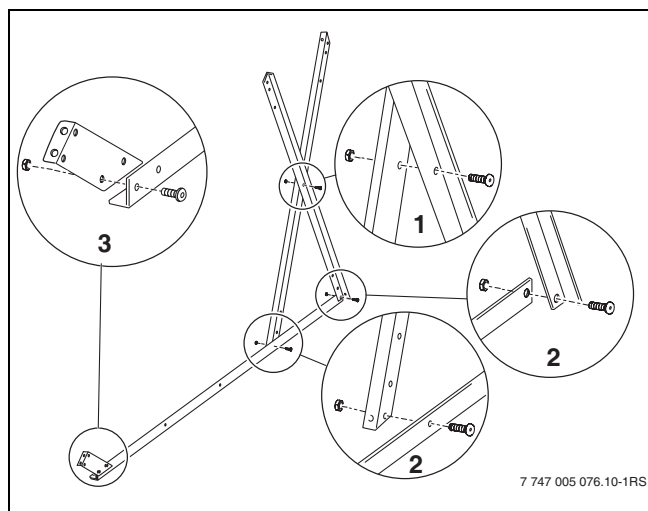

Fig. 17 Visser les rails de support
- ▶ Assembler par vis deux rails de support-ballon en croix (fig. 17, [1]) au milieu puis les monter sur le rail-en bas [2] de manière à ce que la surface au sol soit orientée vers l'intérieur.
- ▶ Visser l'appui inférieur (fig. 17, [3]) au bout du rail de support-en bas.